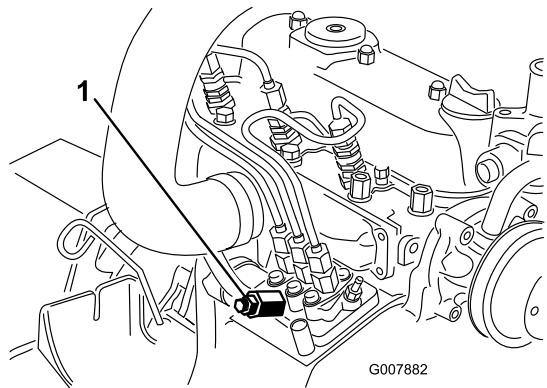

Figura 49
- Coloque um tapete sob o parafuso de purga de ar na bomba de injecção de combustível e abra-a (Figura 49).